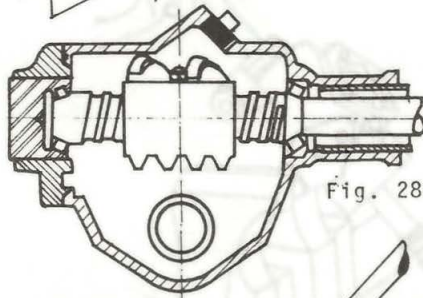

Fig. 28
- j. Gire con la mano el eje del sin fin hasta que la tuerca deslizante esté en la mitad de su recorrido, para que el diente central del sector dentado engrane correctamente en el centro de la cremallera de la tuerca deslizante (fig. 28).